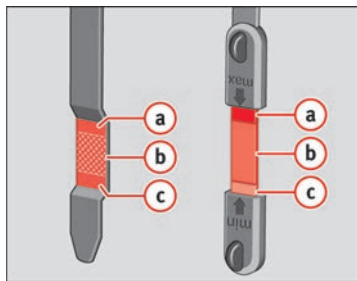

Abb. 170 Markierung am Ölmesstab
- Den Messstab anschließend wieder herausziehen und den Ölstand ablesen ⇒ Abb. 170. Füllen Sie gegebenenfalls Motoröl nach ⇒ Seite 236.